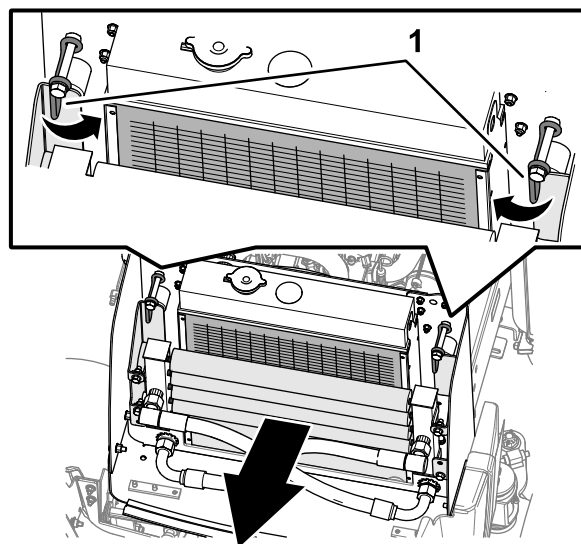
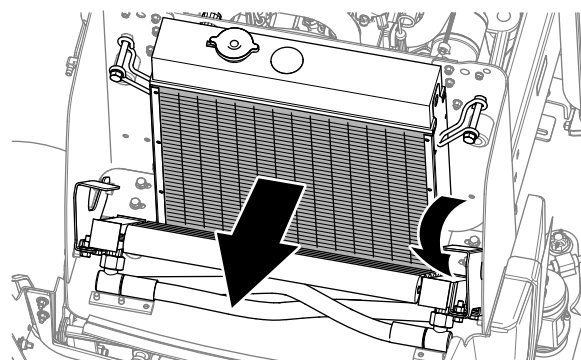

Figura 80
Figura 81
6. Pulite il refrigeratore dell'olio con aria compressa a bassa pressione (3,45 bar) (Figura 80).
7. Ruotate i fermi del refrigeratore dell'olio verso l'interno e orientate il refrigeratore dell'olio (Figura 80 e Figura 81).
8. Lavorando dal lato ventola del radiatore, spingete fuori i detriti con aria compressa a bassa pressione (3,45 bar) (Figura 81). Ripetete questa operazione nella parte anteriore del radiatore e di nuovo dal lato ventola. Pulite accuratamente entrambi i lati del refrigeratore dell'olio.